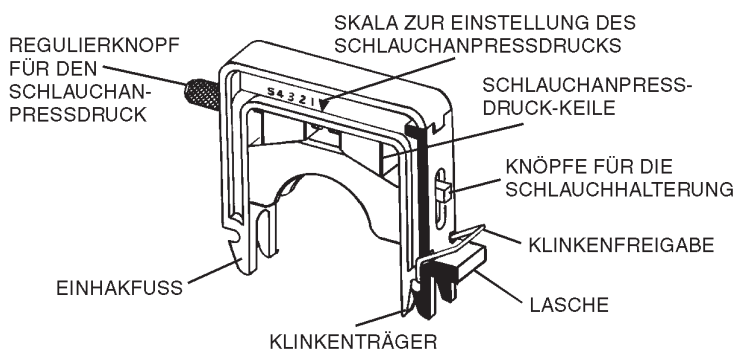

ABBILDUNG 5 KASSETTENBAUGRUPPE
1. Den Regulierring für den Schlauchanpressdruck (siehe Abbildung 5) entgegen dem Uhrzeigersinn auf die maximale Öffnung drehen. Dieser Schritt ist nicht notwendig, wenn der Schlauchanpressdruck auf der werkseitigen Einstellung steht oder bereits während vorausgehender Pumpvorgänge korrekt eingestellt wurde.
5. Die Kassette mit dem Schlauch über den Rotor klappen und die Lasche nach unten drücken (siehe Abbildung 5), bis die Klinke einrastet (siehe Abbildung 7E). **Hinweis:** Die Schlauchkassette nach Bedarf an der in Abbildung 7E angegebenen Stelle nach unten drücken, um das Ein- und Ausklinken zu erleichtern.
2. Auf der Klinkenseite auf die Schlauchkassette drücken (siehe Abbildung 7E) und den Einhakfuß nach außen aus dem Stab aushaken. Drücker des Klinkenfreigabe (siehe Abbildung 5) erleichtert diesen Schritt.
(4) Bidirektionales Pumpen